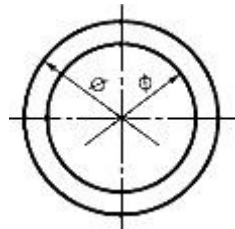

Рис.1.13
15. Размерные линии можно проводить с обрывом и при указании размера диаметров окружности независимо от того, изображена ли окружность полностью или частично, при этом обрыв размерной линии делают дальше центра окружности (рис. 1.13)